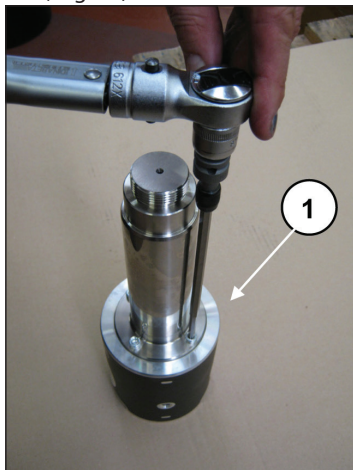

Fig. 38
Para separar el vástago de la guía del pistón, es necesario aflojar los tornillos de cabeza cilíndrica M6 con la llave específica (pos. ①, Fig. 38).